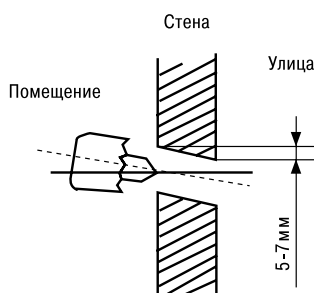

Рис. 4
- Определите расположение отверстия относительно монтажной пластины. Просверлите одно отверстие  $\varnothing 65$  мм с небольшим уклоном вниз изнутри наружу. (как показано на рис. 4).